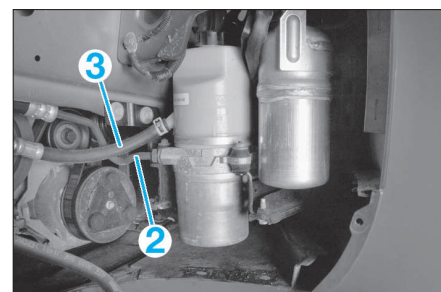

FIG. 12
- les canalisations (2) et (3) de la pompe de direction assistée (Fig.12).
- Débrancher la canalisation de retour de boîtier de direction du réservoir de liquide de direction assistée (3) (Fig.12).